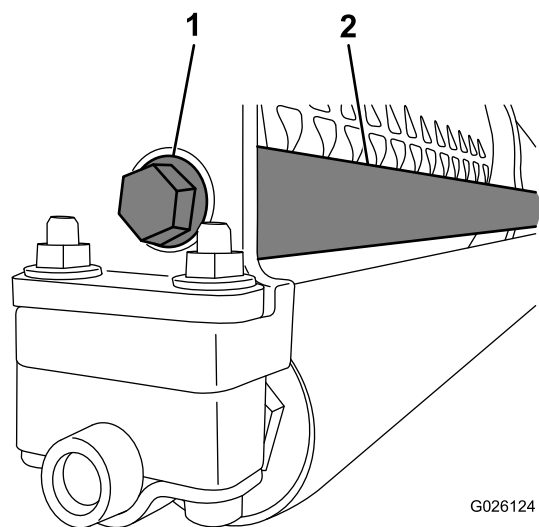

図 15
4. フランジヘッドボルトを使って、ウェイトロッドのねじ切り側の端部をフレームに固定する 図 15。